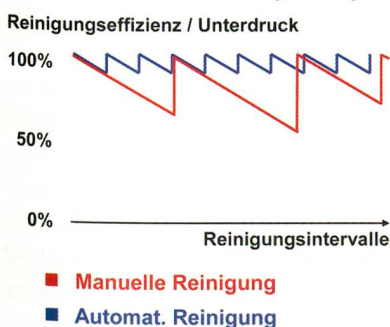

Abb. 7: Konstante Reinigungseffizienz durch automatische Filterreinigung
- höchste Spinnerei-Nutzeffekte durch konstante Absaugleistung und Reinigungseffizienz mittels automatischer Filterreinigung (Abb.7),